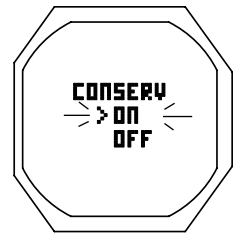

Fig. 50 - AJUSTE FACTOR SEGURIDAD
**Ajuste del factor de seguridad** - Ésta es la información mostrada (Fig. 50):